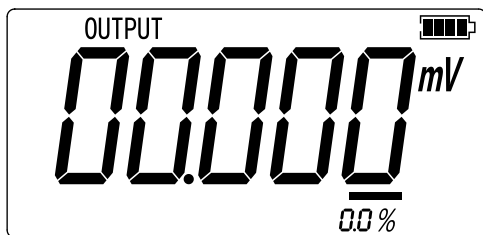

图 2.1-4
5. 按 **mV** 键可切换至毫伏输出模式，界面如图 2.1-4 所示。